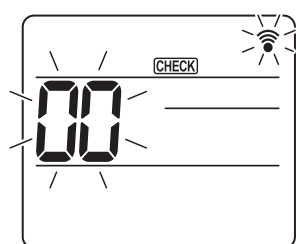
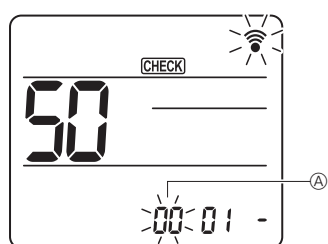
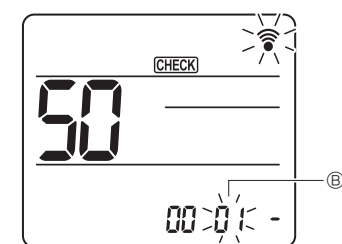
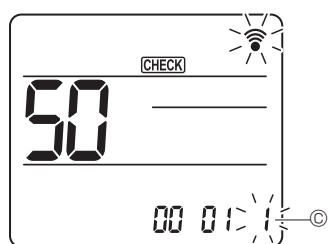

Fig. 7-18
Fig. 7-19
Fig. 7-20
Fig. 7-21
7.4.2. Mediante el mando a distancia inalámbrico (Fig. 7-18, Fig. 7-19, Fig. 7-20, Fig. 7-21)
① Vaya al modo de selección de función
(Inicie esta operación con la pantalla de estado del mando a distancia apagada). [CHECK] (COMPROBAR) se ilumina y "00" parpadea. (Fig. 7-18)
② Configuración del número de unidad
Pulse el botón [DOWN] para seleccionar el número de unidad ③. (Fig. 7-19)
③ Seleccione un modo
Pulse el botón [DOWN] para seleccionar el número de modo ④. (Fig. 7-20)
④ Seleccionar el número de ajuste
Utilice el botón [DOWN] para cambiar el número de ajuste ⑤. (Fig. 7-21)